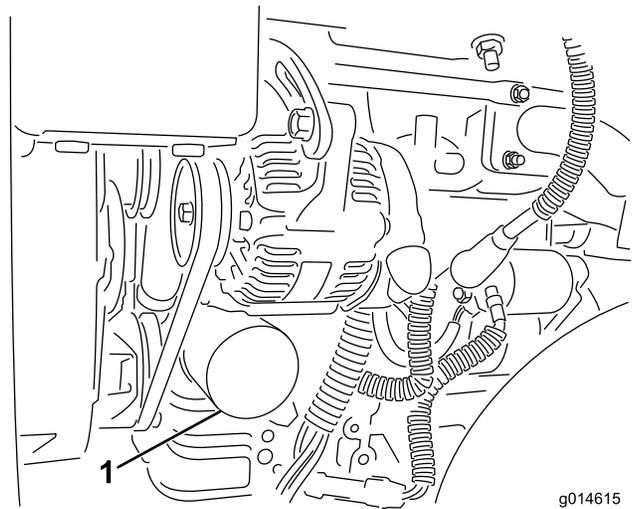

図 46
2. オイルフィルタ（図 46）を外す。新しいフィルタのガスケットに薄くエンジンオイルを塗る。